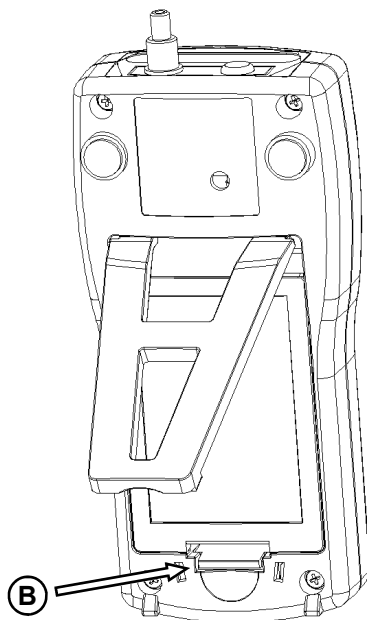

Fig. 2: Accesso vano pile.
- Inserire le batterie fornite in dotazione nell'apposito vano facendo attenzione alle polarità. Per togliere il coperchio del vano batterie si deve praticare una lieve pressione verso l'interno sulla leva plastica (B di Fig. 2).